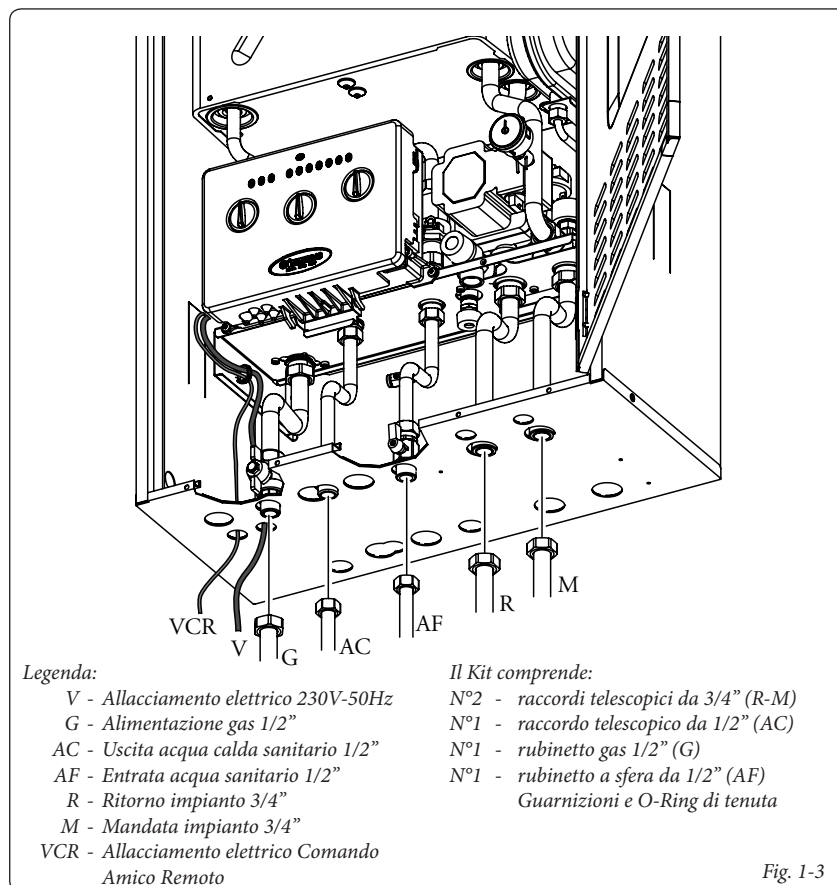

Fig. 1-3
Le caldaie sono complete del cavo di alimentazione speciale di tipo "X" sprovvisto di spina. Il cavo di alimentazione deve essere allacciato ad una rete di 230V $\pm 10\%$ / 50Hz rispettando la polarità L-N ed il collegamento di terra , su tale rete deve essere prevista una disconnessione onnipolare con categoria di sovratensione di classe III. In caso di sostituzione del cavo di alimentazione rivolgersi ad un tecnico abilitato (ad esempio il Servizio Assistenza Tecnica Autorizzato Immergas). Il cavo di alimentazione deve rispettare il percorso prescritto (Fig. 1-3).
- Kit verticale concentrico di aspirazione e scarico. Questo terminale permette l'aspirazione dell'aria e lo scarico dei fumi direttamente all'esterno dell'abitazione in senso verticale (Fig. 1-3 ÷ 1-14).